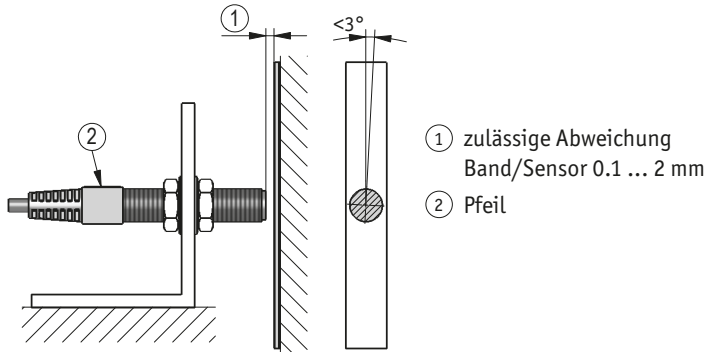

Abb. 7: Montage Sensor/Magnetband, Abstandsmaße, Toleranzen
► Auf richtige Ausrichtung des Magnetsensors achten, damit die optimale Abtastung gewährleistet ist (siehe Abb. 6, Abb. 7).